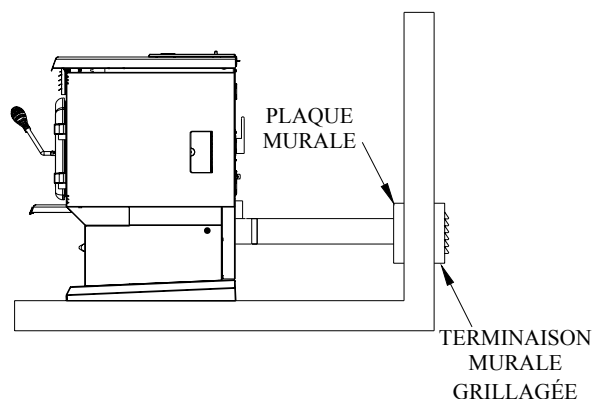

Figure 5
Pour l'installation dans une maison mobile, le poêle doit être connecté à une prise d'air extérieur. Un tuyau métallique, rigide ou flexible, d'un diamètre intérieur de 3", peut être raccordé à la buse prévue à cet effet, à l'arrière du poêle (voir figures, 4, 5, et 6). Un garde anti-rongeur en métal déployé doit protéger l'entrée (voir figure 5). Toutes les connexions doivent être scellées à l'aide de collets de serrage ou de ruban métallique UL-181-AP.
- Un trou dans le mur à l'arrière du poêle.(Figure 5)